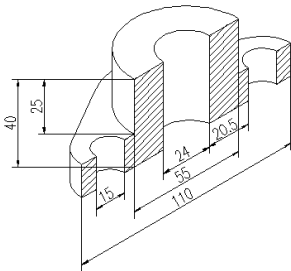

图 11-154 标注结果
- 04** 单击【标注】工具栏中的按钮, 激活【对齐】命令, 标注轴测图的高度尺寸, 结果如图 11-154 所示。